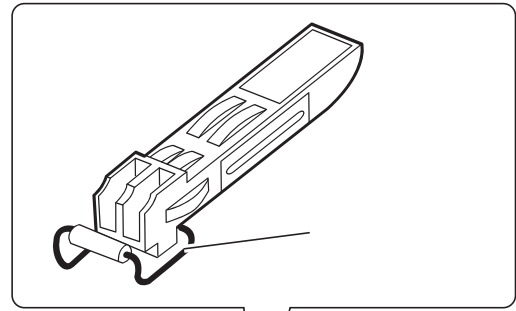

Fig. 2
3) Rimuovere il modulo SFP. (Fig. 2)